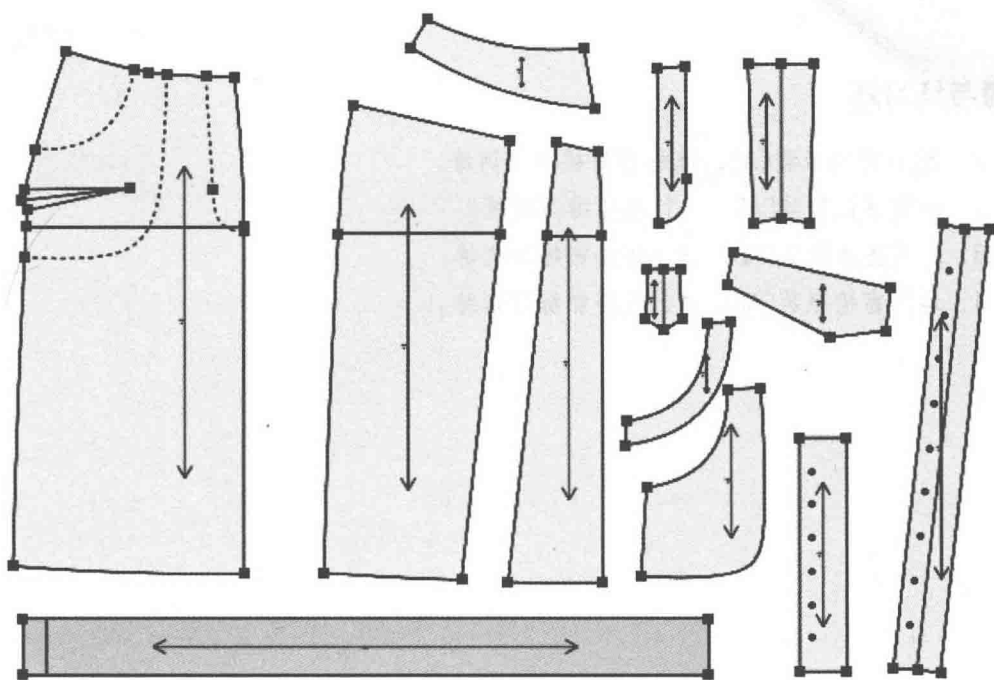

图6-88 拾取纸样
(22) 拾取纸样(图 6-88)。选择【剪刀】工具拾取纸样的外轮廓线,及对应纸样的省中线;击右键切换成拾取衣片辅助线工具拾取内部辅助线。并用【布纹线】工具将布纹线调整好。